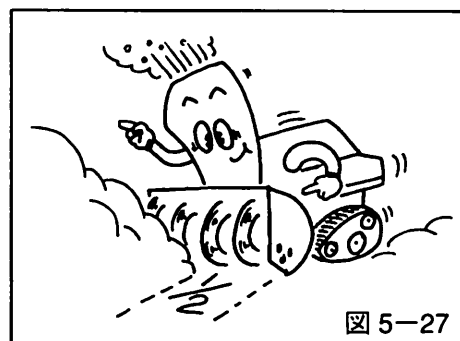

図 5-27
- オーガ巾の約1/2程度の除雪巾で除雪してください。楽に除雪できるばかりでなく、機械に能力以上の負担をかけないで、機械を傷めることもありません。(図5-27参照)